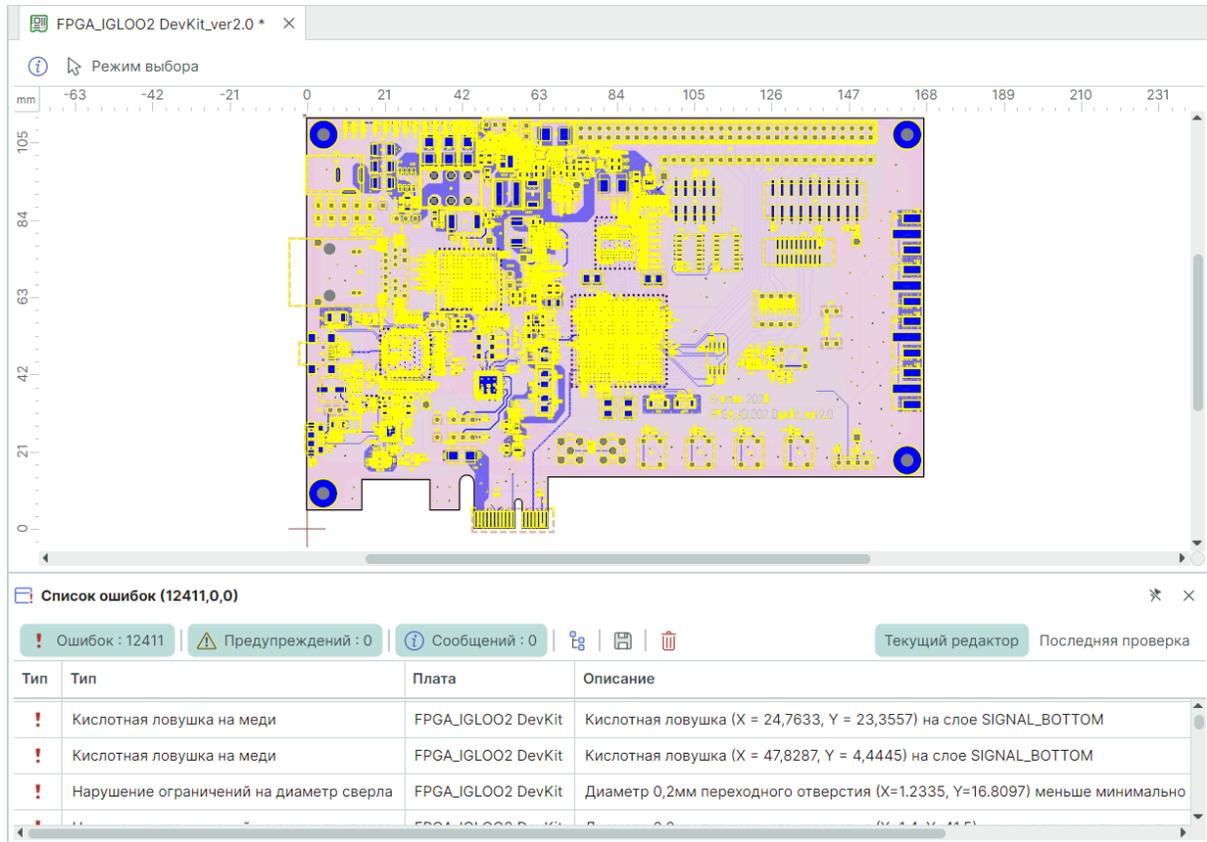

Рис. 548 Отображение выявленных нарушений по итогу выполнения проверки платы на технологичность
4. При выявлении ошибок в ходе выполнения проверки в панели «Список ошибок» будут отображены все нарушения, см. Рис. 548. Также все выявленные нарушения будут подсвечены на плате.